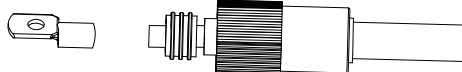

Fig. 3.4
b) Puneți inelul de cauciuc, așa cum se arată în Fig. 3.4.